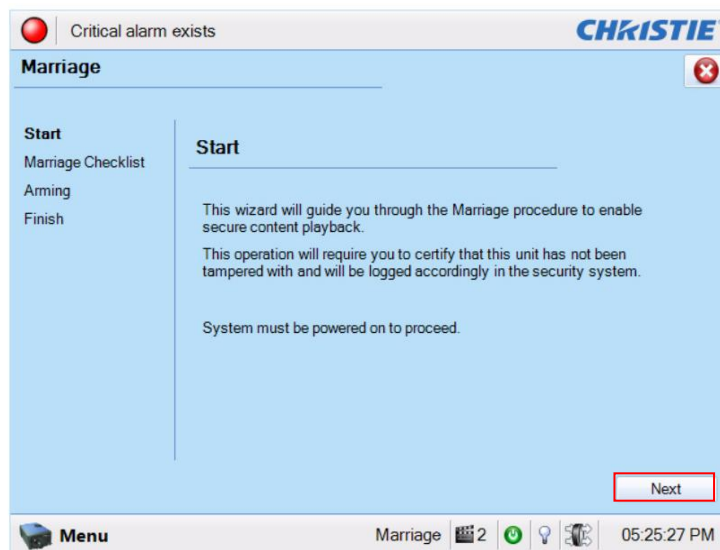

Figura 43 Asistente de enlace del proyector con el TPC del proyector Christie.
- a. Ingrese en la cuenta “Marriage” (Enlace) en el TPC del proyector. Seleccione Menu→Service Setup→Marriage (Menú→Configuración del servicio→Enlace) para iniciar el asistente de Marriage (Enlace) (consulte la Figura 43).